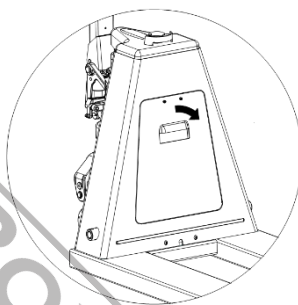

Fig. 15
2. Aprire il coperchio posteriore. (Fig. 15)